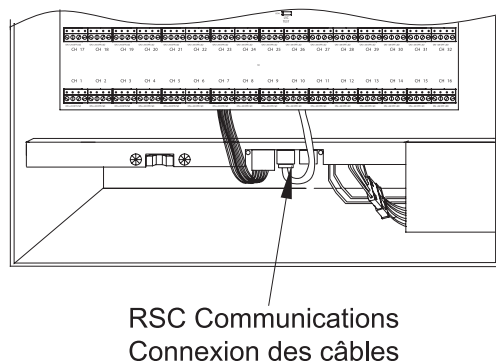

Figure 8. Connexion du câble de communications RSC
1. Branchez le câble des communications (câble rouge CAT5 inclus) dans la carte du contrôleur de relais en série (SRC) située dans le bas du boîtier. Ce câble peut être branché dans l'une ou l'autre des deux prises RJ45 de cette carte. Voir la Figure 8 ci-dessous.